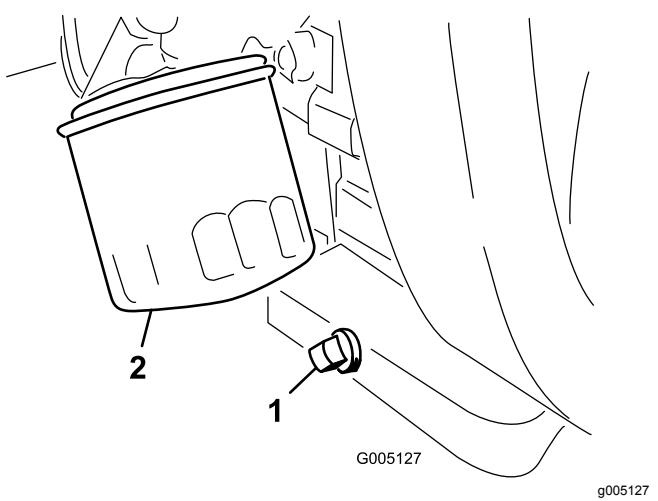

**Figura 46**
4. Se o elemento de esponja se encontrar sujo, deverá retirá-lo do elemento de papel (Figura 46). Limpe-o cuidadosamente, da seguinte forma: